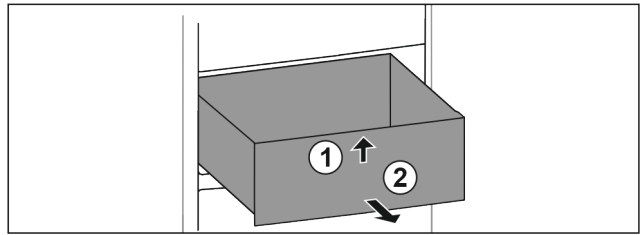

Fig. 24
- ▶ Lade aan de voorkant optillen. Fig. 24 (1)
- ▶ Lade naar voren toe verwijderen. Fig. 24 (2)